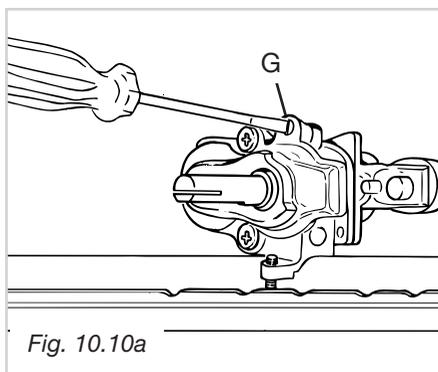

Fig. 10.10a
- Sfilare la manopola del termostato e passando attraverso il foro del frontale con un cacciavite a taglio, svitare di circa un giro la vite by-pass **G** (fig. 10.10a - 10.10b).
- Avvitare lentamente la vite by-pass **G** (fig. 10.10a - 10.10b) fino all'ottenimento di una fiamma lunga 3-4 mm.